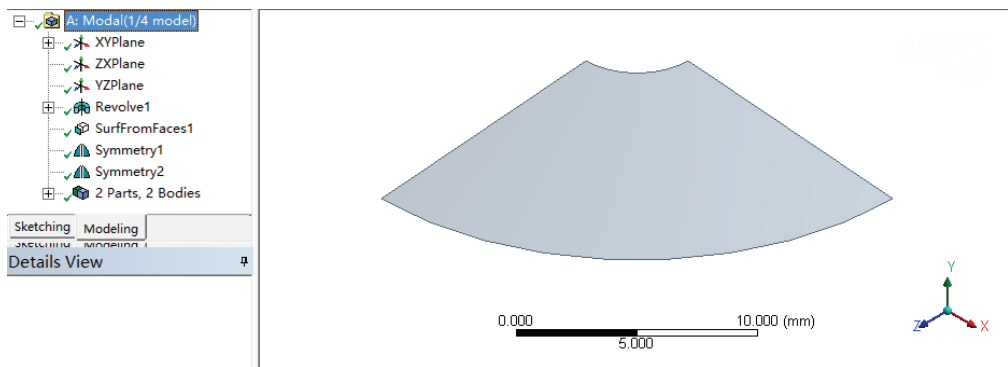

图 10-2 模型
4) 单击 ⚡ Generate 按钮, 即可显示生成的几何体, 如图 10-2 所示, 此时可在几何体上进行其他的操作, 本例无需进行操作。